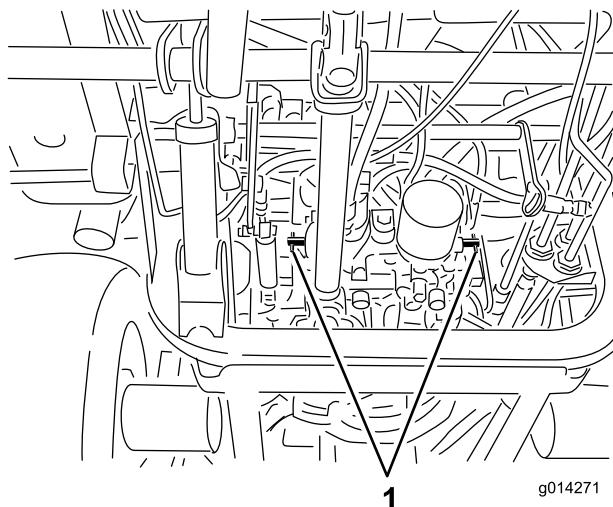

Figura 19
4. Gire las válvulas de desvío una vuelta en el sentido contrario a las agujas del reloj (Figura 19).
Gire cada válvula de desvío una vuelta en el sentido de las agujas del reloj y apriételas a mano (apriete de 8 N·m aproximadamente) (Figura 19).